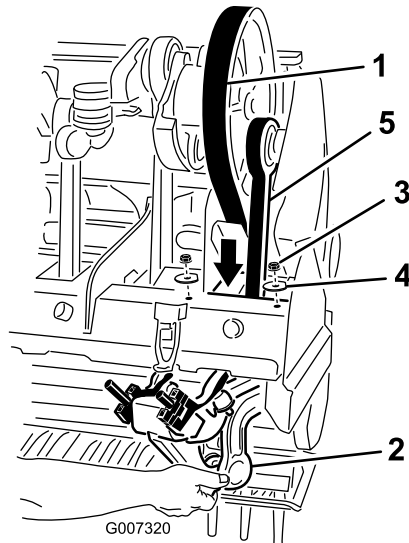

Рисунок 39
5. Отверните и снимите две контргайки и снимите шайбы, с помощью которых крепится амортизатор Rotalink для толкающего рычага № 1 (Рисунок 39).
7. Проложите ремень привода вниз через раму аэраторного вала и вокруг нижнего конца толкающего рычага № 1 (Рисунок 39).